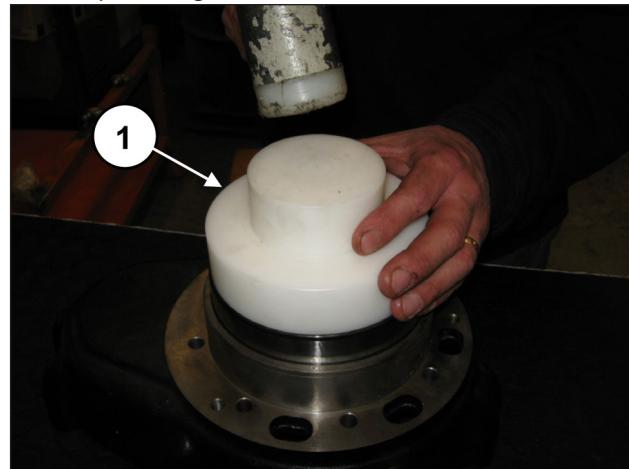
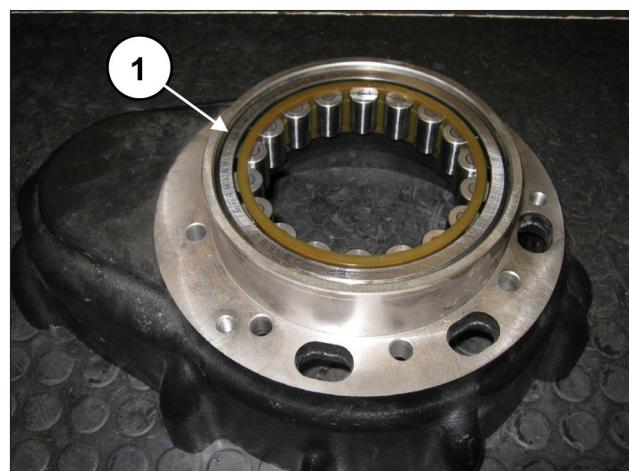

Fig. 53
Fig. 54
Desde el lado opuesto de la caja del reduktor, premonstrar la anilla externa del cojinete del eje acodado utilizando la herramienta cód. 27605000, (pos. ①, Fig. 53) para introducirla a fondo (pos. ①, Fig. 54).